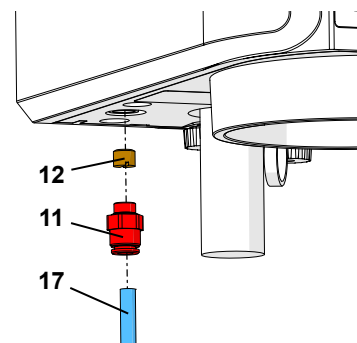

Fig. 15-a
**filtro de entrada encaixado, à frente da conexão de ar comprimido (Fig. 15-b).**
- ⇒ Pressione o anel no filtro de entrada (12) para cima e puxe a mangueira de ar comprimido (17) para fora.
- ⇒ Pressione o anel do acoplamento de ar comprimido (11) para cima e puxe o filtro de entrada (12) para fora.